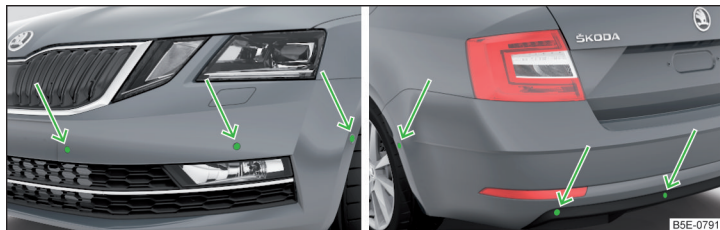

Fig. 251 Lugar de instalación de los sensores del lado izquierdo del vehículo: delantero / trasero
- Mantener los sensores del sistema » fig. 251 de la pág. 229 limpios, libres de nieve y hielo, y no cubrirlos con ningunos objetos, de lo contrario puede estar limitado la función del sistema.
El sistema calcula la distancia entre el parachoques y un obstáculo mediante ondas ultrasónicas. Los sensores ultrasónicos se encuentran según el equipamiento del vehículo en el parachoques trasero o también en el delantero » fig. 251.